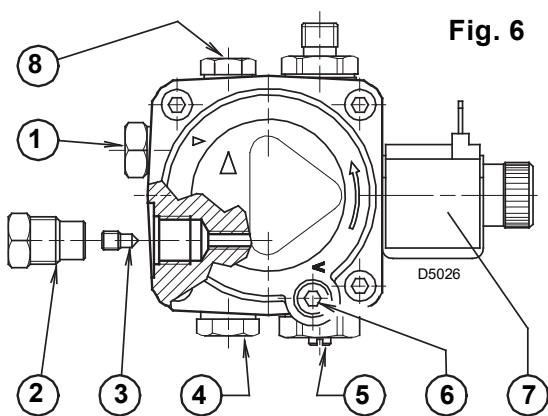
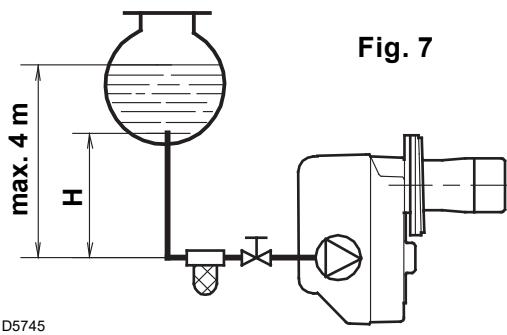

Fig. 6
Fig. 7
- De pomp is voorzien voor een installatie met twee leidingen. Draai bij één leiding de moer van de terugloopleiding (2) los, verwijder de by-pass schroef (3) en draai de dop (2) opnieuw aan, (zie Fig. 6).
Bij een installatie zoals in Fig. 7, de vacuümmeteraansluiting (5, Fig. 6) losdraaien tot er brandstof ontsnapt.
Deze regeling kan worden aangepast met de schroef (4, Fig. 6, blz. 4).